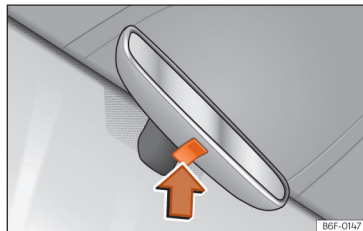

Fig. 80 Retrovisor com antiencandeamento manual.
- Para evitar o encandeamento, pressione a patilha do espelho retrovisor para cima >>> **Fig. 80** (seta).